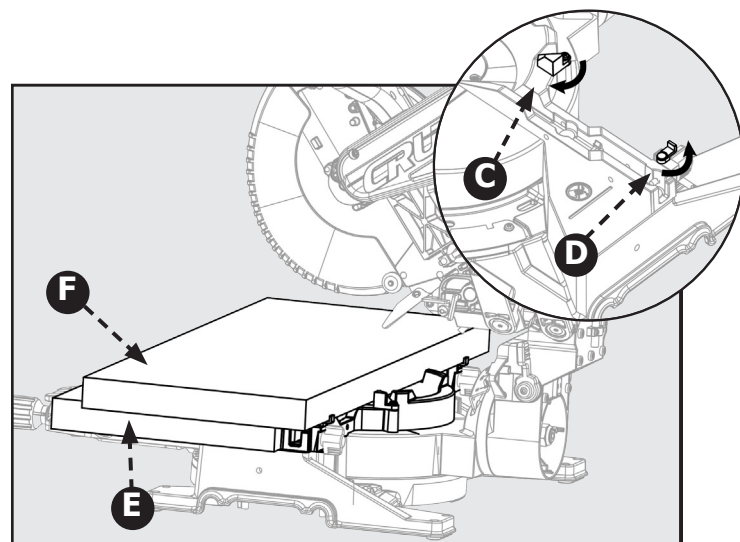

Figure 28
2. Tournez les languettes de support (C et D) vers leur position. Les languettes (D) se trouvent sur les côtés gauche et droit du guide inférieur (fixe). La languette (C) se trouve seulement du côté droit du guide inférieur (fixe). Ils agissent comme butées arrière de votre pièce. Voir figure 28.
3. Vous devez ajouter une table auxiliaire (E) pour soutenir votre pièce surdimensionnée (F). Placez la planche de la table auxiliaire (E) de 2 po x 12 po sur la table de la scie et contre la section inférieure (fixe) du guide de la scie. Assurez-vous que la planche est fermement fixée contre le guide inférieur (fixe).
**REMARQUE :** Utilisez des vis de bois pour fixer la planche de la table auxiliaire (D). Voir figure 28.